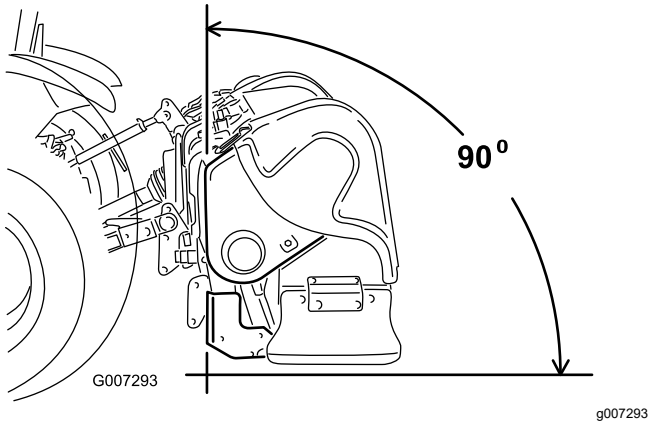

Figura 7
**Nota:** Para obtener taladros de aireación de calidad óptima, mantenga vertical la parte delantera de la máquina durante el uso (Figura 7). Ajuste el brazo de enganche superior para controlar este ángulo. La sección Consejos de operación \(página 29\) contiene información adicional.